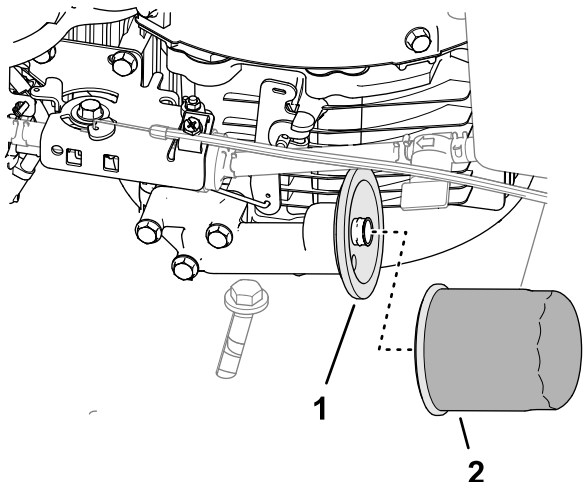

Figure 33
3. Déposez le filtre à huile de son adaptateur (Figure 33).